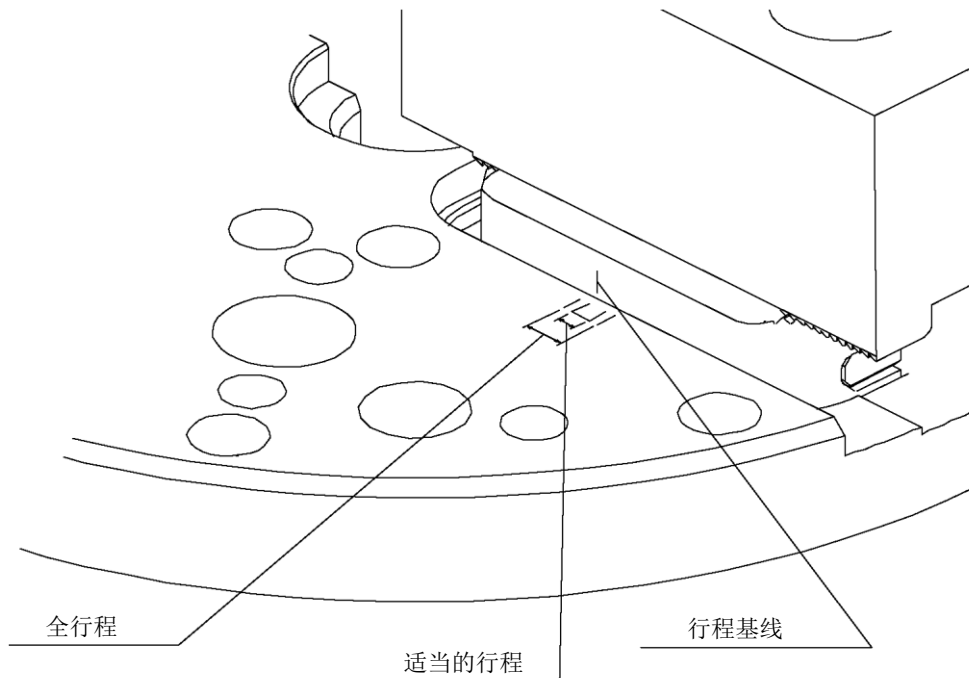

图 35
- 此时，应确认主爪的基线标记与行程标记的外侧线是否吻合。（参见图 35）